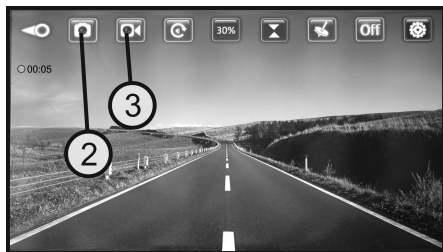

Bild 24
- Oben links im Display erscheint ein roter Punkt und die Dauer des aufgenommenen Videos wird angezeigt (siehe auch Bild 24).